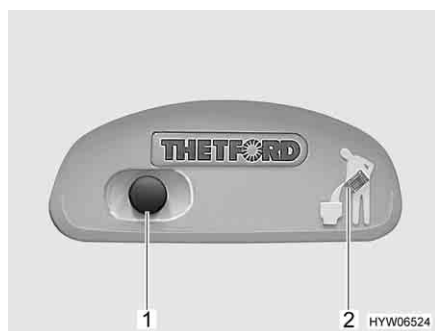
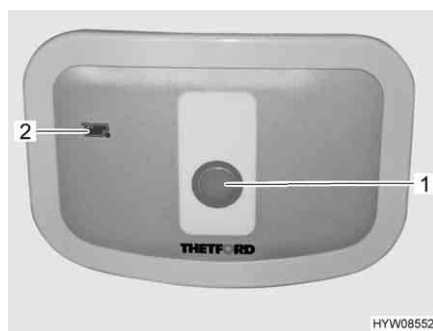

Bild 242 Spolknapp/kontrollampa Thetford-toalett
Bild 243 Spolknapp/kontrollampa Thetford-toalett (alternativ)
- För att spola, tryck på den blå spolknappen (Bild 242,1 resp. Bild 243,1).
Kontrollampan (Bild 242,2 resp. Bild 243,2) lyser när latrintanken måste tömmas.